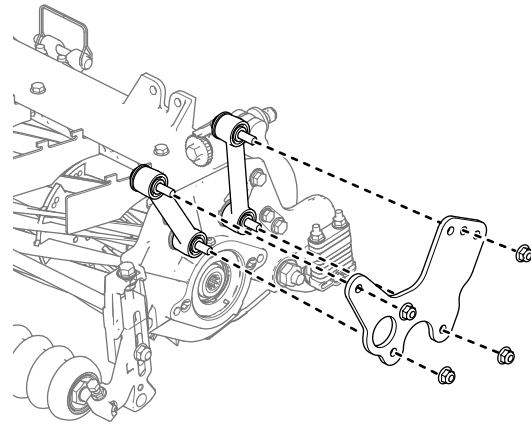

图 22
2. 将固定板插到螺栓上并用先前卸下的螺母进行固定图 22。